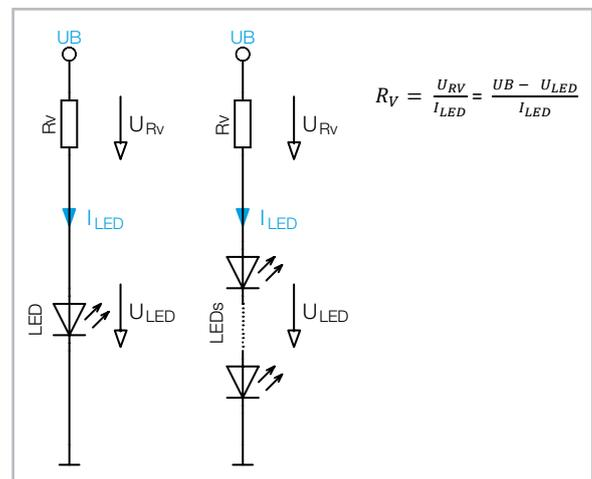

Bild 2: LED mit Vorwiderstand
Eine LED (light emitting diode) ist ein Halbleiterbauteil, das Licht ausstrahlt, wenn ein Strom durch den Halbleiterkristall fließt. Elektrisch gesehen verhält sich eine LED wie eine normale Diode – es kann nur Strom in einer Richtung durch die LED fließen. LEDs müssen mit einem bestimmten Betriebsstrom versorgt werden und können nicht direkt an eine Spannungsquelle angeschlossen werden. Das Testen einer LED an einer Spannungsquelle ist nur mit einem vorgeschalteten Widerstand möglich, der den Strom begrenzt. Bild 2 zeigt eine typische Konstellation zum Betrieb einer LED mit einem Vorwiderstand.
Aus diesem Grund sind LED-Tester in der Regel Stromquellen, die einen definierten Strom zum Test einer LED bereitstellen. Möchte man in eigenen Schaltungen eine LED einsetzen, muss der entsprechende Vorwiderstand berechnet werden. Die Berechnung des Vorwiderstandes R_V ist im Prinzip ganz einfach, wie die in Bild 2 dargestellte Formel zeigt. Voraussetzung ist, man kennt die Größe der Spannungsversorgung (UB), die Flussspannung der LED (U_{LED}) und den gewünschten LED-Strom (I_{LED}). Je nach Versorgungsspannung können mehrere LEDs in Reihe geschaltet werden. Weitere Informationen mit einem Rechenbeispiel sind im ELV Fachbeitrag PAD-PRO-EXSB Teil 5 detailliert erklärt.